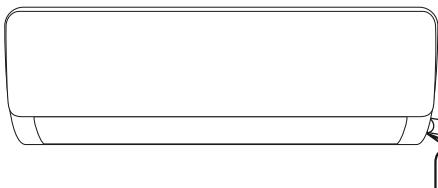
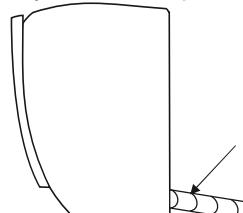

Рис. 1
Рис. 2
- Залежно від положення пристрою, трубопровід може бути прокладений збоку – зліва або справа (Рис. 1) – або вертикально ззаду (Рис. 2) (залежно від довжини труbi внутрішнього блока). У разі бічного прокладення трубопроводу виріжте випускний отвір з протилежного боку.